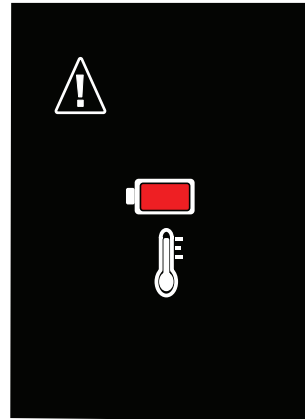

Abb. 21: Batterietemperatur-Warmmeldung
- Bei eingeschaltetem Lecksuchgerät und angeschlossenem Ladegerät zeigt das Display den Ladevorgang und Verlauf mit dem Blitzsymbol in der oberen rechten Ecke des Bildschirms an (siehe Abb. 21).